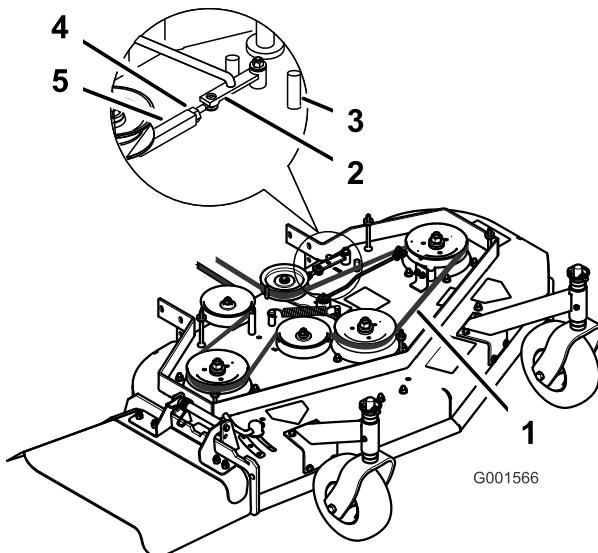

Figura 46
3. Afloje la contratuerca del tensor (Figura 46).
4. Gire el tensor hacia la parte trasera del cortacésped para aumentar la tensión de la correa. Gire el tensor hacia la parte delantera del cortacésped para reducir la tensión de la correa (Figura 46).